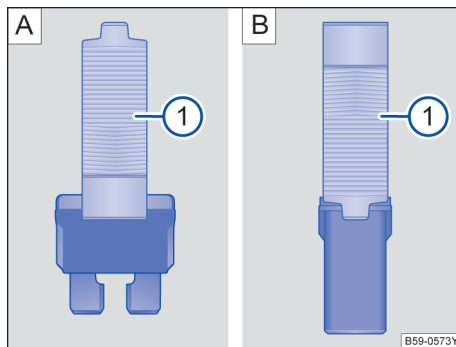

图 146 用塑料夹钳拔出或插入保险丝：[A] 扁平插入式保险丝；[B] 方块型保险丝
- 必要时将塑料夹钳→图 146 ① 从相应保险丝盒的盖板中取出。
- 根据保险丝型号，将塑料夹钳的合适夹嘴→图 146 A ① 或 →图 146 B ① 从侧面推到保险丝上。
- 如果保险丝已烧断，用一个具有相同电流强度（相同颜色和相同印刷文字）和相同尺寸的新保险丝更换→①。